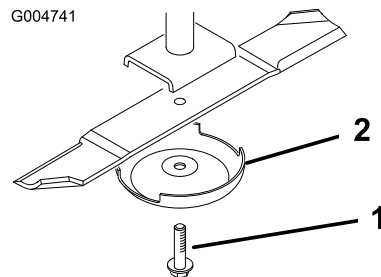

Рисунок 25
4. Снимите болт ножа, защитный колпак и нож с вала шпинделя (**Рисунок 25**).